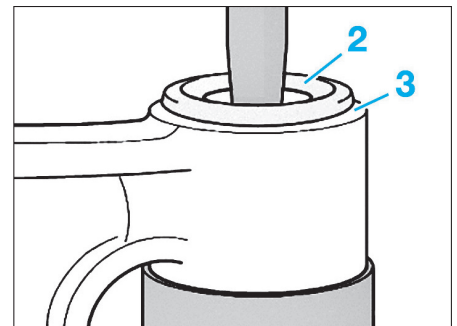

FIG. 42
- Emmancher le patin métal-caoutchouc à la presse jusqu'à ce que le noyau (2) et l'alésage du bras de suspension (3) soient à la même hauteur (Fig.42).